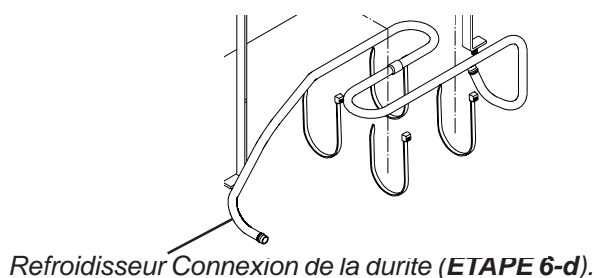

FIGURE 3 - DURITES DU REFROIDISSEUR
- e) Contrôlez les raccords gauche et droit du refroidisseur (FIGURE 3).